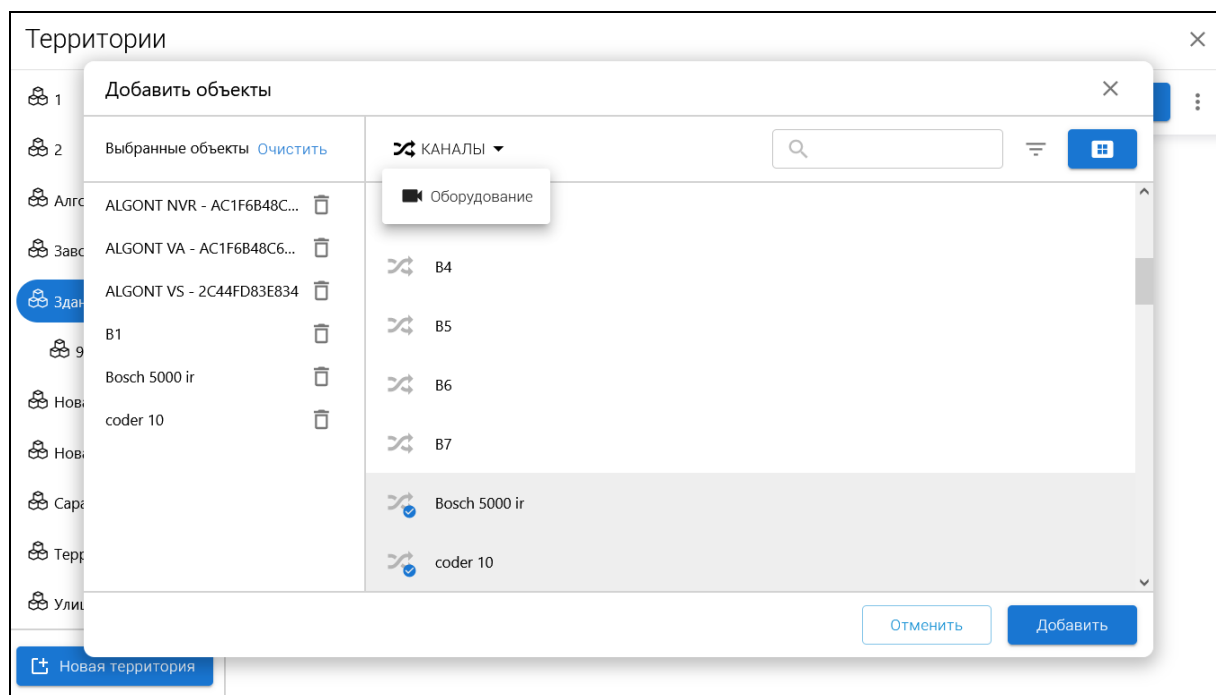

Рисунок 89 - Окно Добавить объекты
- добавить объекты – откроется окно **Добавить объекты** (рис. 89).